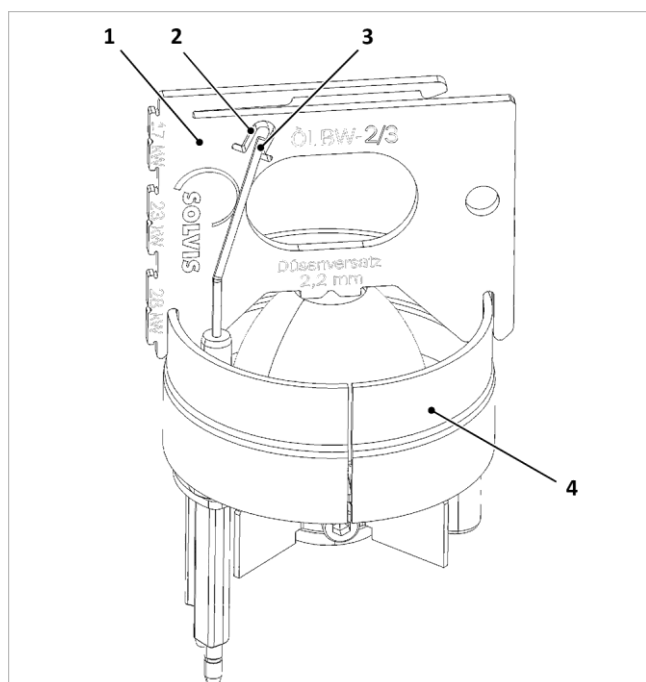

Fig. 150: Controllo degli elettrodi di accensione
- Posizione degli elettrodi (3) come nella → fig. 150 controllare ed eventualmente correggere piegando con cautela.
- Controllo della lunghezza minima. L'estremità inferiore della finestra di controllo (2) del calibro di regolazione fornisce la lunghezza minima degli elettrodi di accensione. Se la lunghezza degli elettrodi è solo leggermente questi dovranno essere sostituiti.